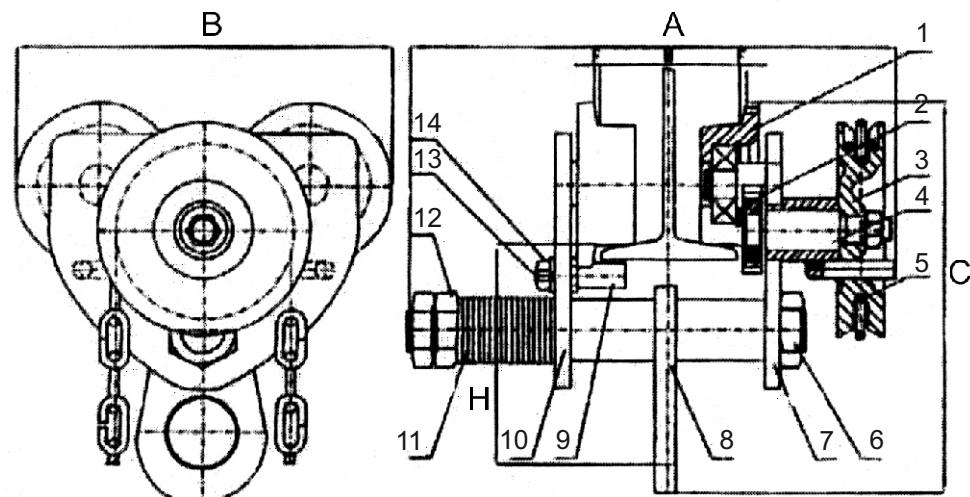

Рис. 1. Тележка для тали с приводом тип GCL610
1. Тележка с приводом (см. рис. 1) состоит из левой пластины (10), правой пластины (7), подвесного штифта (6), подвесной пластины (8), ручного колеса (3), вала (4) и т.п.
2. Колеса (1) смонтированы на правой и левой пластинах. Подвесной штифт проходит через левую и правую пластины, к которым подвешено подъемное устройство, и зафиксирован гайками (12).
4. Тележка с приводом перемещается по двутавровой балке путем вытягивания ручной цепи (5) и передачи движения на вал (4), шестерню (2) и ведущее колесо (1).
6. Для возможности монтажа тележки на балках различной ширины, расстояние между фланцами колес регулируется путем установки регулировочных шайб (11) с внешней и внутренней стороны пластин.
- При монтаже тележки количество регулировочных шайб с внутренней и внешней стороны пластины должно быть одинаковым. С целью правильной установки внешнего зазора F между колесным фланцем и двутавровой балкой количество регулировочных шайб с внутренней стороны пластины в случае необходимости может быть увеличено или уменьшено на единицу (см. рис. 1).
- После монтажа тележки на двутавровой балке, подтяните гайки (12) на подвесном штифте (6) и проверьте работоспособность тележки при малой нагрузке. При хорошем контакте колес с двутавровой балкой затяните стопорные гайки. При затяжке гаек соблюдайте осторожность.
- После монтажа тележки с приводом на двутавровой балке (см. рис. 1) необходимо выставить зазор F между вращающейся втулкой (9) и основанием двутавровой балки, для чего ослабьте гайку (14) и передвигайте ось (13) до установления требуемого согласно спецификации значения, после чего затяните гайку (14)